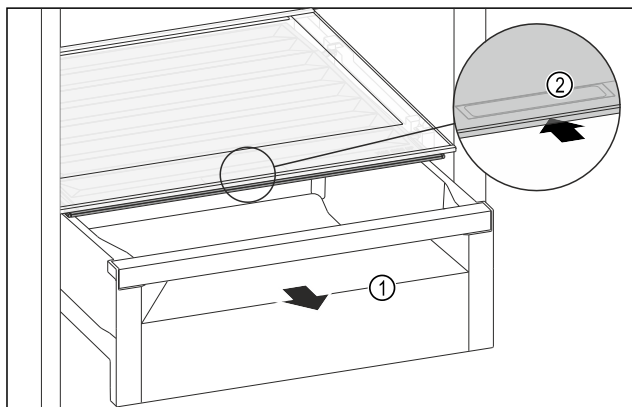

Fig. 138
- Изтеглете чекмеджето Fig. 138 (1).
- Хванете вдлъбнатия захват Fig. 138 (2) на капака на отделението и едновременно с това избутайте назад капака на отделението.